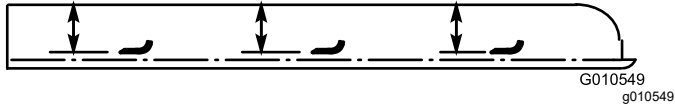

図 23
3. カuttingユニットの天井から各ブレードの前端の刃先までの距離を測る **図 23**。